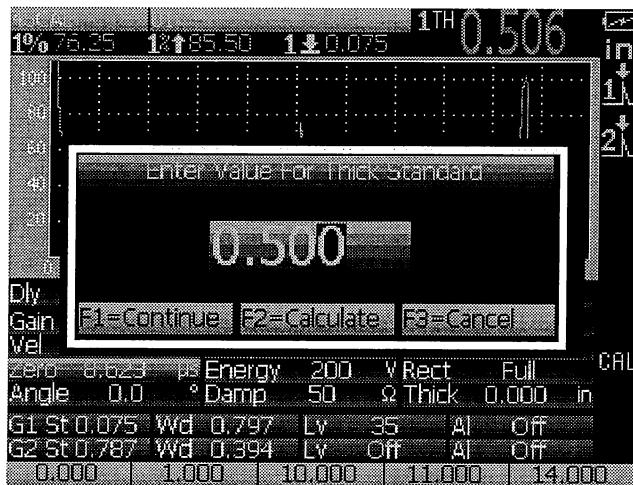

図 8-8 厚さ基準値の入力
9. 値が安定したら、[CAL] ([校正]) を押し、続けて [VEL] ([音速]) を押すと画面がフリーズし、画面上にポップアップボックスが現れます。英数字キーを使い、試験片の正確な厚さを入力します。この例では、[0] [.][5] [0] [0]、もしくは [.] [5] を押すと、図 8-8 のように入力値がポップアップボックスの中に現れます。入力を誤った場合は、左右キーで間違った箇所に戻り、正確な厚さを再度入力します。値を消去する場合は [ZERO] ([パルス位置]) キーで値を消去できます。
9. 値が安定したら、[CAL] ([校正]) を押し、続けて [VEL] ([音速]) を押すと画面がフリーズし、画面上にポップアップボックスが現れます。英数字キーを使い、試験片の正確な厚さを入力します。この例では、[0] [.] [5][0] [0] もしくは [.] [5] を押すと、図 8-8 のように入力値がポップアップボックスの中に現れます。入力を誤った場合は、左右キーで間違った箇所に戻り、正確な厚さを再度入力します。値を消去する場合は [ZERO] ([パルス位置]) キーで値を消去できます。